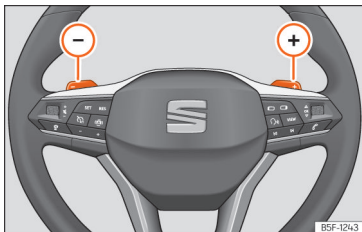

Fig. 120 Volant: palanques per a canvi automàtic.
- Premeu la lleva de canvi (+) per inserir una marxa superior »» fig. 120.